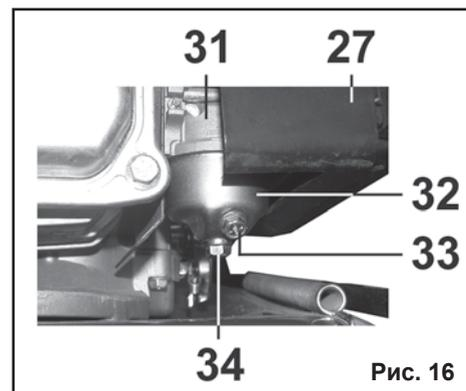

Рис. 16
9.6. Очистка отстойника карбюратора (Рис.16).
9.9.3. Выверните сливную пробку (33) из карбюратора (31) и слейте топливо из поплавковой камеры. Демонтируйте отстойник (32) и очистите его. Слейте топливо из топливного бака (11) в подходящую емкость (Рис.16).
9.9.4. Установите на место отстойник (32) и сливную пробку (33) карбюратора (31) (Рис. 16).